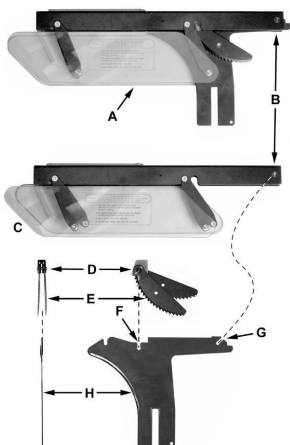

Рис. 7
1. Удалите защитный кожух и собачку (С, Е, рис. 7).